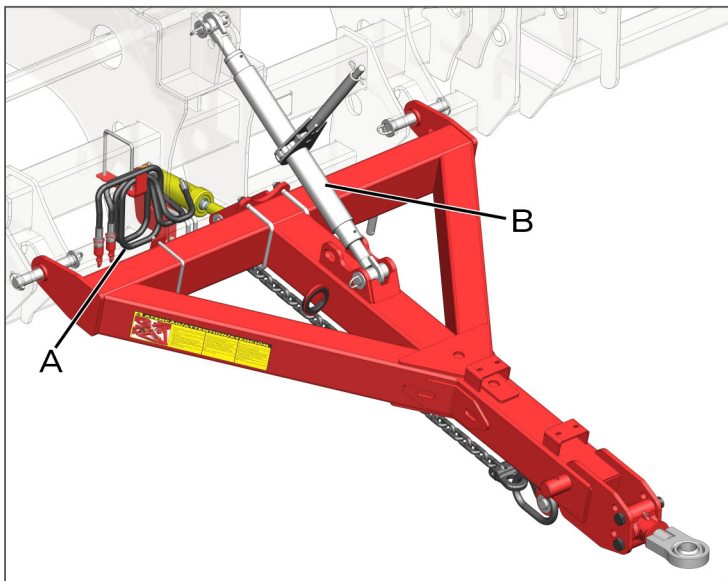

fig. 48
- Conecte las mangueras hidráulicas (A) (fig. 48) al sistema hidráulico del tractor;
- Quite el tercer punto (B) (fig. 48);
- Bloquee el sistema con el perno (C);
- Si los orificios no están alineados para bloquear el cabezal, retire el perno (D) y gire el acoplamiento (E) hasta que los orificios estén alineados.